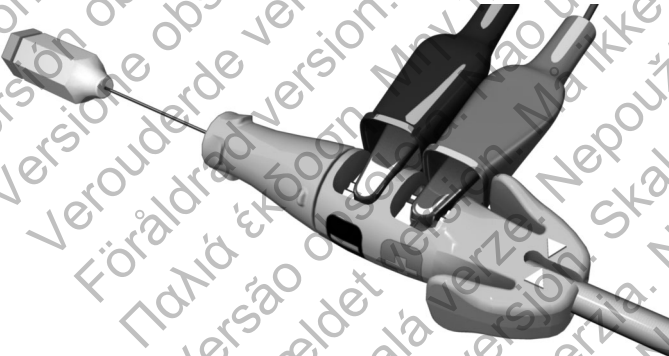

Abbildung 10. An der Messkappe befestigte PSA-Klemmen
- Verbinden Sie die Krokodilklemmen des PSA-Kabels mit den Federkontakten [Kathode (-), Anode (+)] der Messkappe. Durch die Verwendung der Messkappe wird der Anschlussstift vor einer Beschädigung durch die Krokodilklemmen geschützt und eine Überbrückung zwischen den Steckerkontakten vermieden. Befestigen Sie die Krokodilklemmen vollständig an den negativen und positiven Federkontakten, um ungenaue Elektrodenmessungen zu vermeiden (Abbildung 10 auf Seite 26).